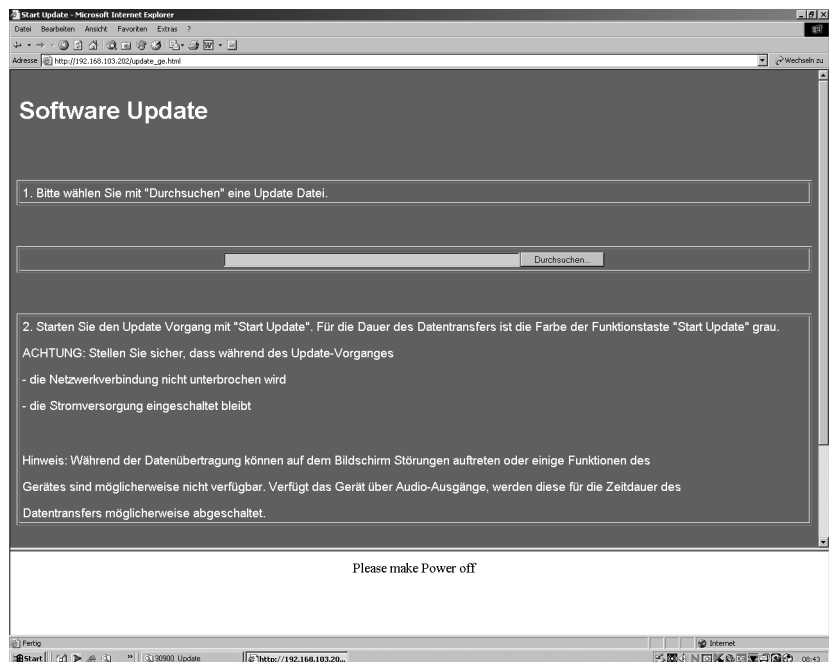

Bild 5-16: Ende des Daten-Transfers der gewählten Update-Datei
8. Erscheint in der Statusleiste die Meldung „Please make Power off“ ist der Transfer der ersten Datei abgeschlossen (siehe Bild 5-16). Aber **schalten Sie** den SurroundControl 30900(-24) **noch nicht aus!** Fahren Sie mit Schritt 9 auf der nächsten Seite fort.